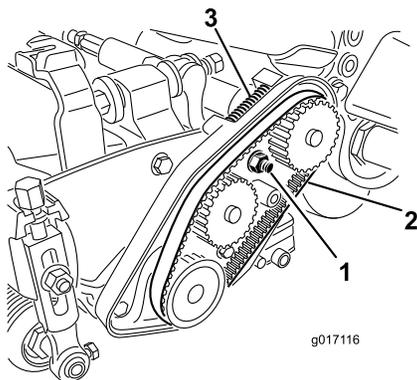

Figura 45
- A. Desaperte a porca de montagem da caixa de mancal (Figura 45).
- C. Limpe quaisquer detritos do interior do compartimento da correia e que estejam em redor da mola de compressão (Figura 45).